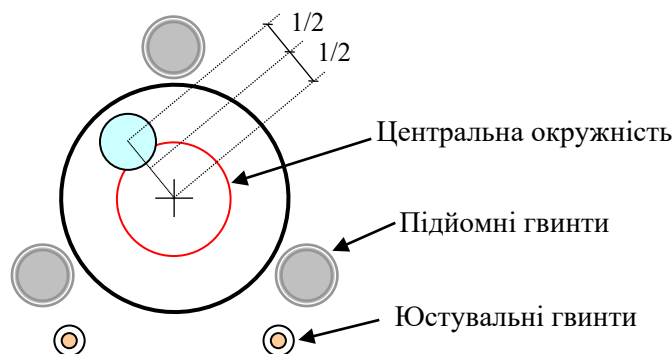

Рис. 5.2. Схема юстування круглого рівня
**Правило юстування.** Оцінюють зміщення бульбашки від нуля-пункту. Підйомними гвинтами підведіть бульбашку рівня на половину відхилення в напрямку нуля-пункту, другу половину відхилення підведіть юстувальними гвинтами рівня (рис. 5.2).